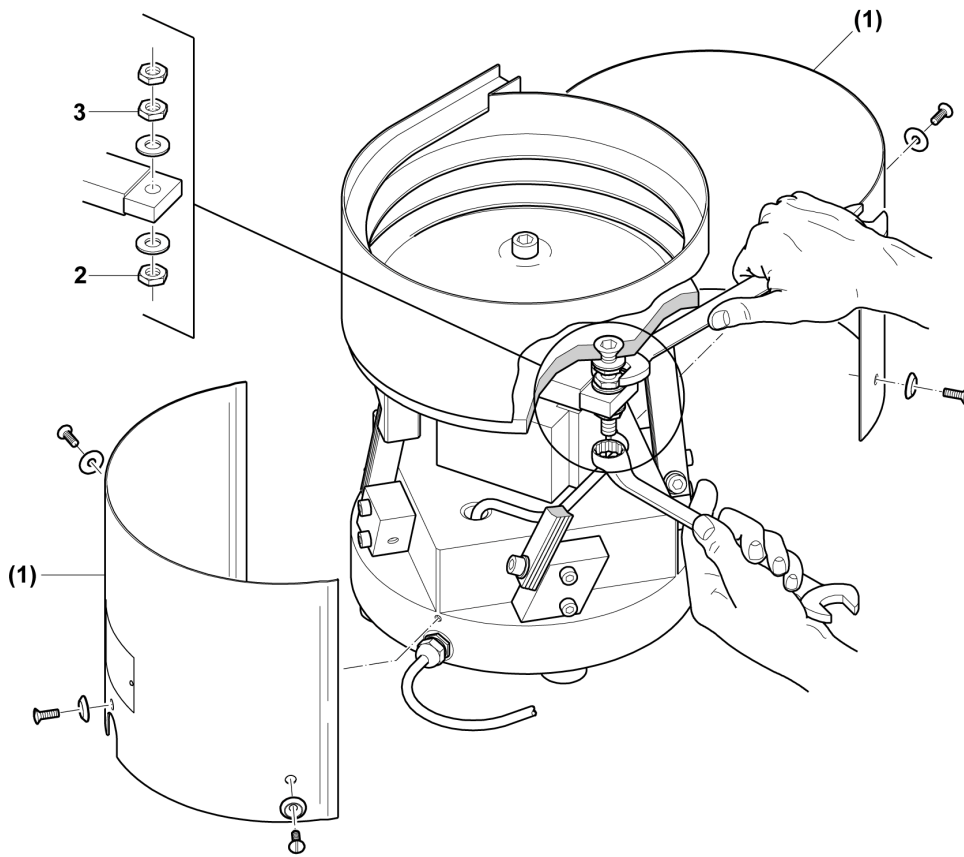

Figure 21
1. Retirer le coffrage (1) (reg. Figure 21)
2. Placer la clé polygonale (taille 13) sur l'écrou de sécurité (2) et (3) et le dessérer. Tourner l'écrou dans la direction voulue et modifier ainsi l'espace. Puis contrer les deux écrous (reg. Figure 21).